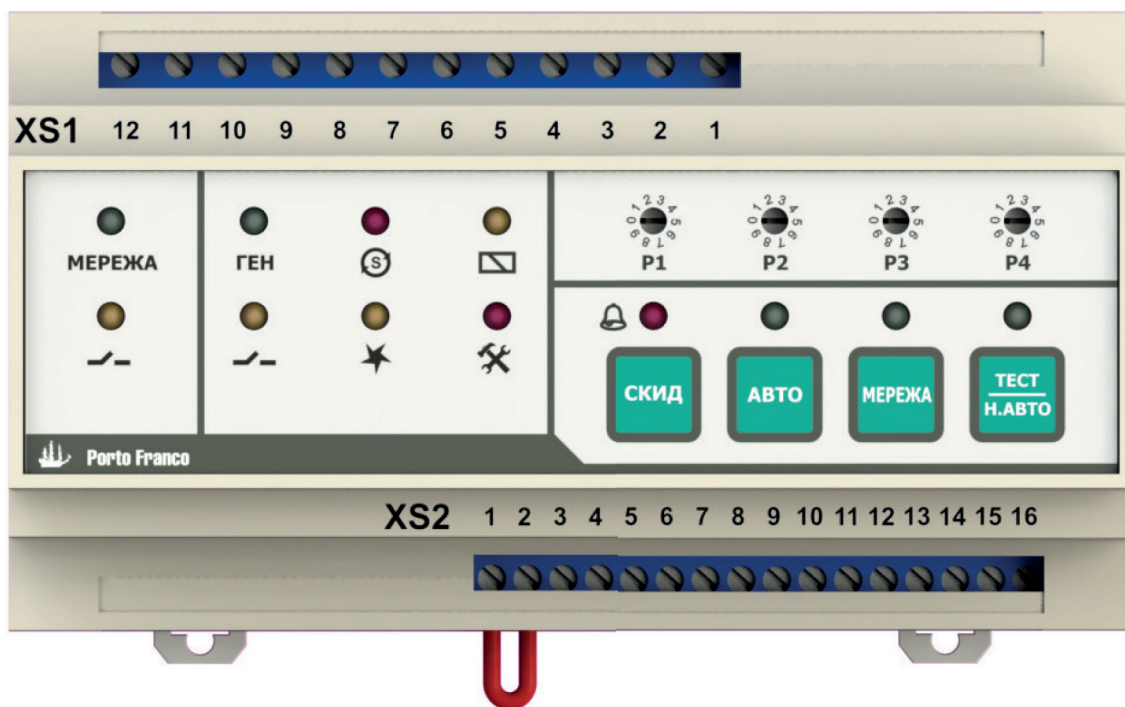

Рис. 6.2 – Приклад конфігурації контролера АВР-КД:
6.2.2 Контакти 1-2 клем XS2 використовуються для встановлення конфігурації підключення зовнішньої електричної мережі. Якщо контакти 1-2 замкнуті (перемичка), то підключення зовнішньої електричної мережі визначається як трифазне з нейтраллю (рис. 6.2), а якщо контакти 1-2 незамкнені (не підключені), то підключення мережі визначається як однофазне.